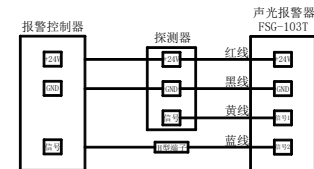

图 4 无防爆接线盒接线
- 无防爆接线盒接线: 按照图 4 进行接线, 将 DC24V 和 GND 接入红色、黑色导线; 模拟版: 将探测器的信号线接入 FSG-103T 的黄色导线; 将报警器的信号线接入 FSG-103T 的蓝色导线。
- 485 版: 按照图 4 进行, 将 DC24V 和 GND 接入红色、黑色导线; 485A, 485B 分别接入黄, 蓝导线。